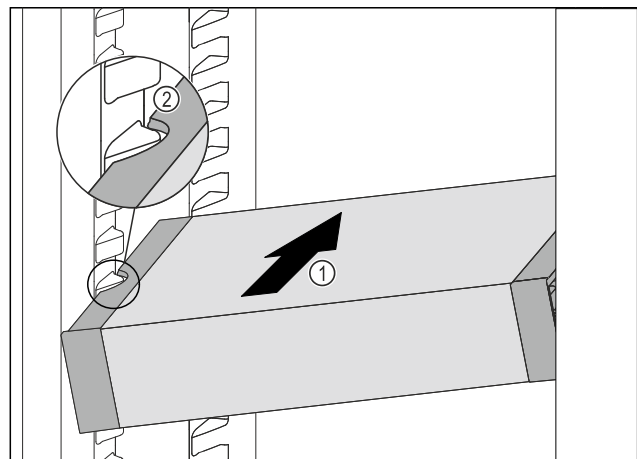

Fig. 59
- ▶ Вставити VarioSafe під кутом в охолоджувальне відділення Fig. 59 (1), доки бокові поглиблення Fig. 59 (2) VarioSafe не будуть на рівні ребра для резервуара в охолоджувальному відділенні.